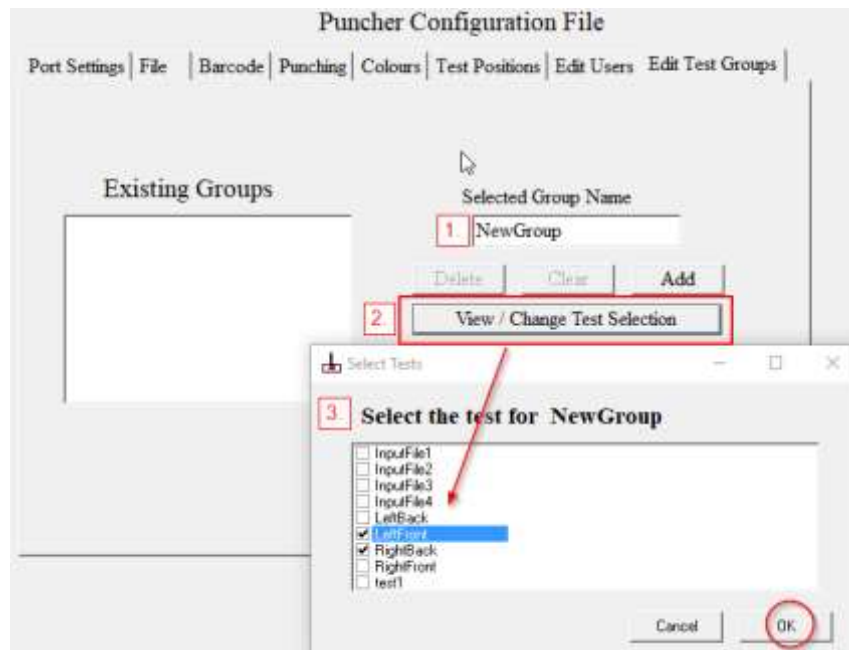

Figura 43 – Seleccione las pruebas a agrupar
4. **Marque la caja** junto a Las pruebas que usted quiere poner juntas (por ejemplo Figura 43). Presione **OK**.